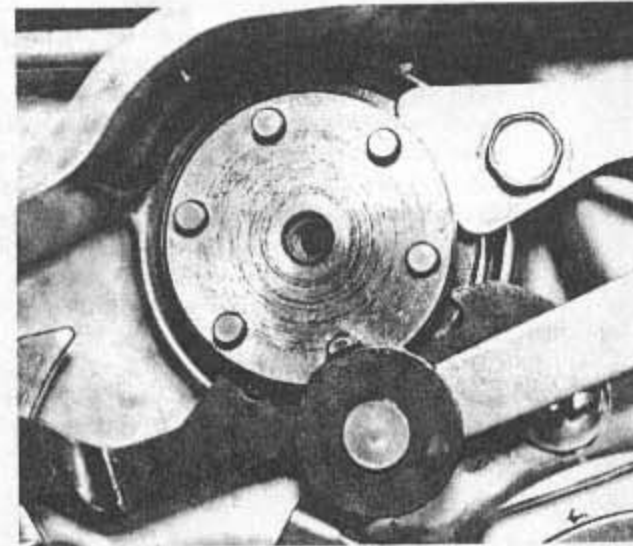
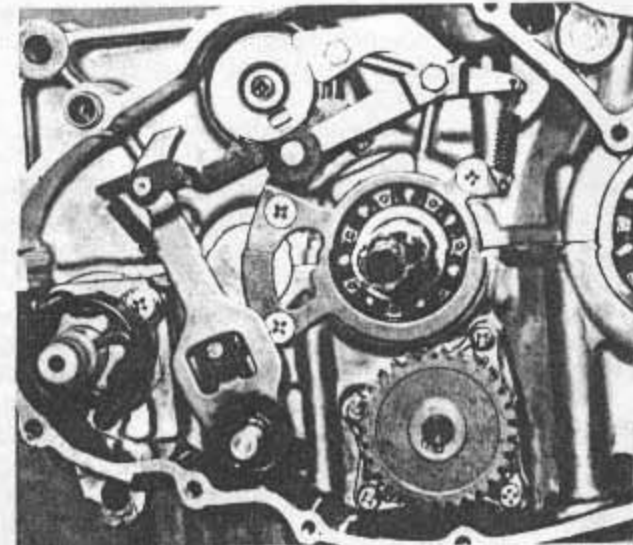

Bild 109
Bild 111
- Schaltwalzenanschlaghebel einsetzen. Der Lagerbolzen ist abgesetzt, d. h. er besitzt eine Lagerschulter, und dient zusätzlich als vordere Befestigungsschraube für die Schaltwalzenführungsplatte. Beide Schrauben werden festgezogen und anschliessend überprüft, ob sich der Anschlaghebel frei bewegen lässt und nicht etwa durch die Lagerschulter festgeklemmt worden ist. Die Rückholfeder des Anschlaghebels wird an der Lagerfeststellplatte verankert. Einer der sechs Schaltstifte weist eine Besonderheit auf, er ist nämlich am oberen Ende halbiert. Bei eingelegtem Leerlauf liegt die Rolle des Anschlaghebels in dieser Aussparung (Bild 109). Man vergewissere sich, dass das Getriebe immer noch in Leerlaufstellung steht, und setze dann den Spezialstift in die Bohrung der Schaltwalze ein, welche der Anschlagrolle am nächsten liegt. Die Rolle wird kräftig gegen die Aussparung am Stift gedrückt, damit sich die beiden Komponenten von selbst ausrichten können. Nun werden die anderen fünf Stifte in die dafür vorgesehenen Bohrungen eingesetzt. Die Halteplatte wird so auf das Schaltwalzenende gesetzt, dass die überhöhte Stelle genau über den Spezialstift zu liegen kommt (Bild 110). Zentralschraube eindrehen und festziehen. Der Schaltmechanismus ist in Bild 111 übersichtlich dargestellt.